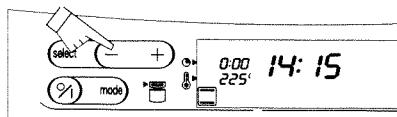

Fig. 6
5. Appuyez sur les touches  /  pour régler le temps de cuisson choisi (fig. 6).